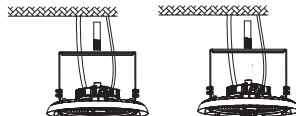

Figure 9
2. Insérez la tige NPT 1/2" dans le trou du support. (figure 9)